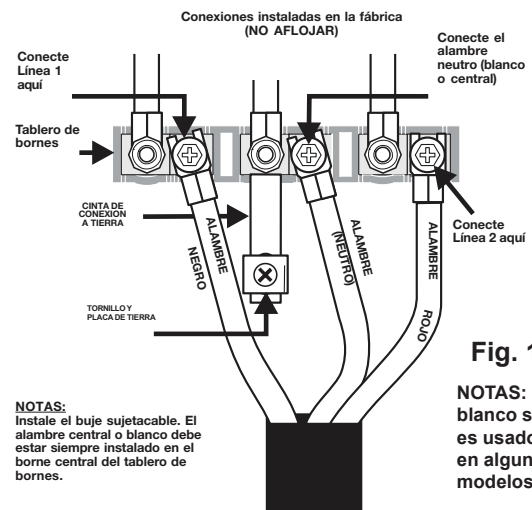

Fig. 13
## 5B. CONEXIONES DEL CORDON DE ALIMENTACION (Instrucciones para conexión trifilar para instalaciones existentes SOLAMENTE - Consulte la Fig. 13)
2. Inserte los conectores de extremo para la Línea 1, Línea 2 y Neutro y apriete firmemente en el tablero de bornes (Vea Fig. 13). **NOTA IMPORTANTE: NO AFLOJE** las conexiones de tuerca instaladas en la fábrica que aseguran el cableado de la estufa en el tablero de bornes. Se puede producir una falla eléctrica o pérdida de la conexión eléctrica si estas 3 tuercas son aflojadas o retiradas.
Esta estufa tiene instalada una cinta de conexión a tierra que conecta el borne central del tablero de bornes (neutro) al chasis de la estufa. La cinta de conexión a tierra está conectada a la estufa mediante el tornillo central más inferior (Ver Fig. 13). La cinta de conexión de tierra no debe retirarse a menos que el código nacional, estatal o local no permitan el uso de una cinta de conexión a tierra. **NOTA:** Si por cualquier motivo se retira la cinta de conexión a tierra, se debe conectar un alambre de tierra separado al tornillo de tierra instalado en el chasis de la estufa y a una tierra adecuada.